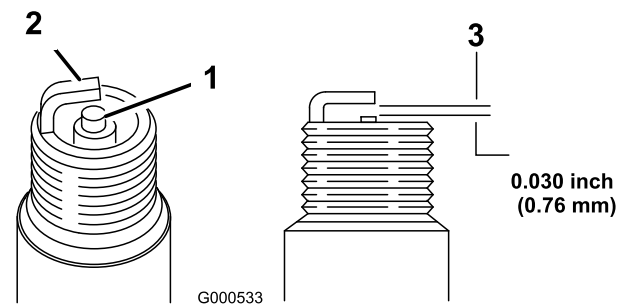

Figura 32
1. Mire la parte central de la bujía (Figura 32). Si se observa un color gris o marrón claro en el aislante, el
2. Compruebe la separación entre los electrodos central y lateral (Figura 32). Si la distancia no es correcta, doble el electrodo lateral (Figura 32).